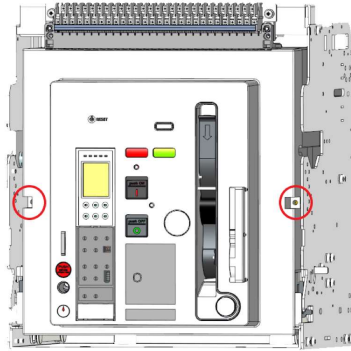

FIG 1
1. (+)드라이버를 사용하여 양쪽 볼트를 풀어줍니다. [FIG 1]
1. Loosen both bolts by using (+) driver [FIG 1]